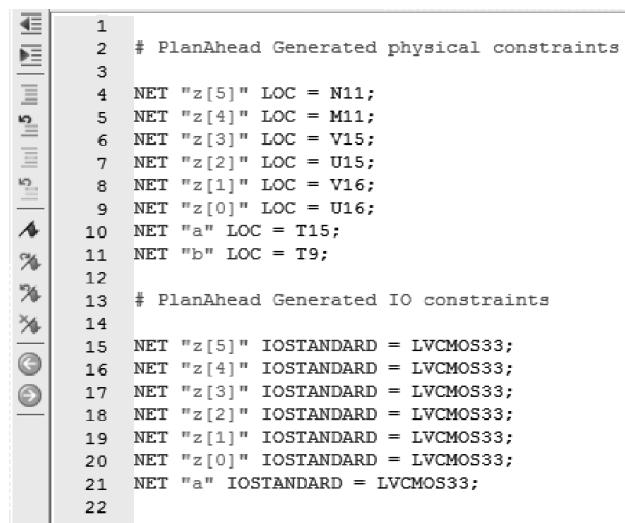

图 3.54 FPGA 内部结构图
**思考与练习 9** 如图 3.54 所示, 单击 Device 标签, 查看 FPGA 内的片内逻辑资源。